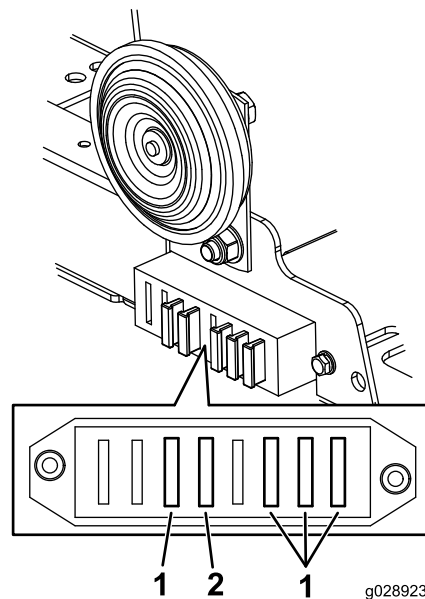

Figura 6
- Instale los fusibles (10 A y 15 A) por debajo del claxon, tal y como se muestra en la Figura 6.